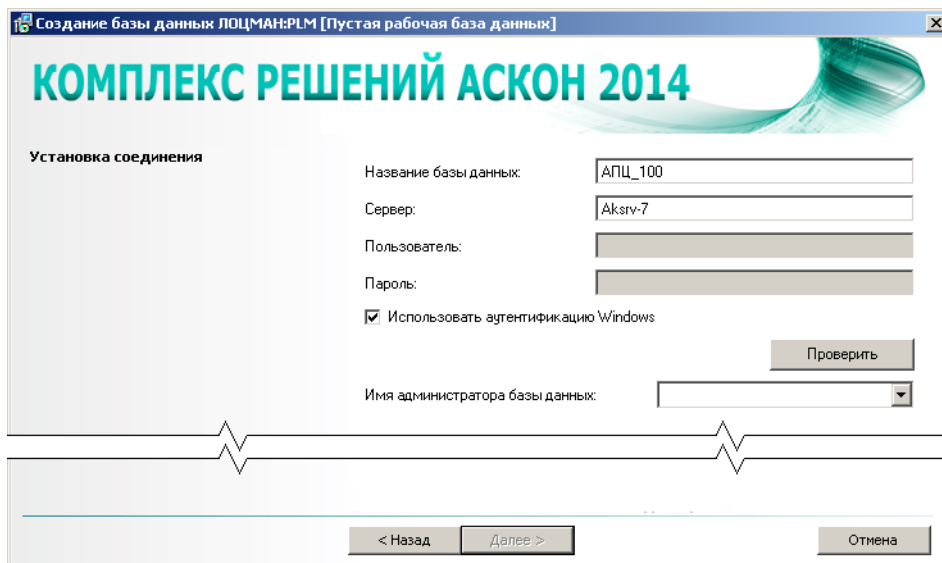

Рис. 5.3.
1. Дайте название новой базе данных (рис. 5.3). Оно может состоять из русских или латинских букв, цифр и знака подчеркивания. Название базы данных не должно: